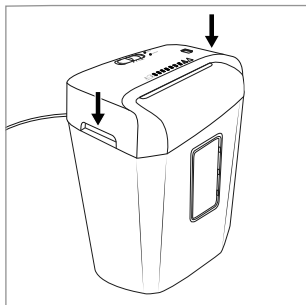

Fig. 1
- ♦ Hold på skæreenheden **5** i de to integrerede bæregreb **7**, og sæt den på den opsamlingsbeholder **10**, så ledningen **1** vender bagud, og observationsvinduet **9** på den opsamlingsbeholder **10** vender fremad (se fig. 1).